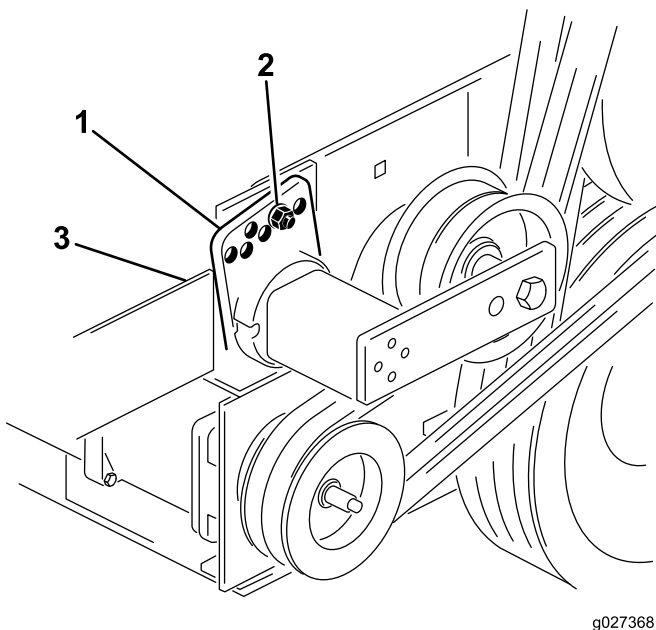

Figura 14
3. Retire o parafuso e porca que prendem o guia tensor à montagem da transmissão e solte a tensão da correia (Figura 14).